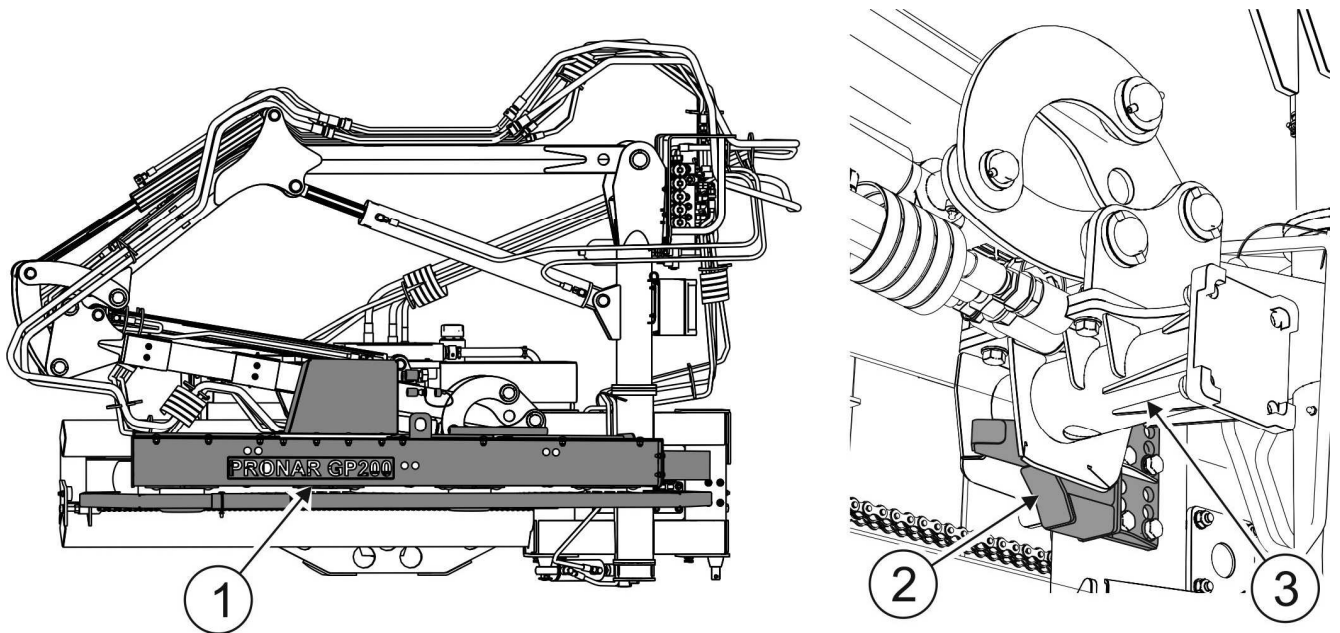
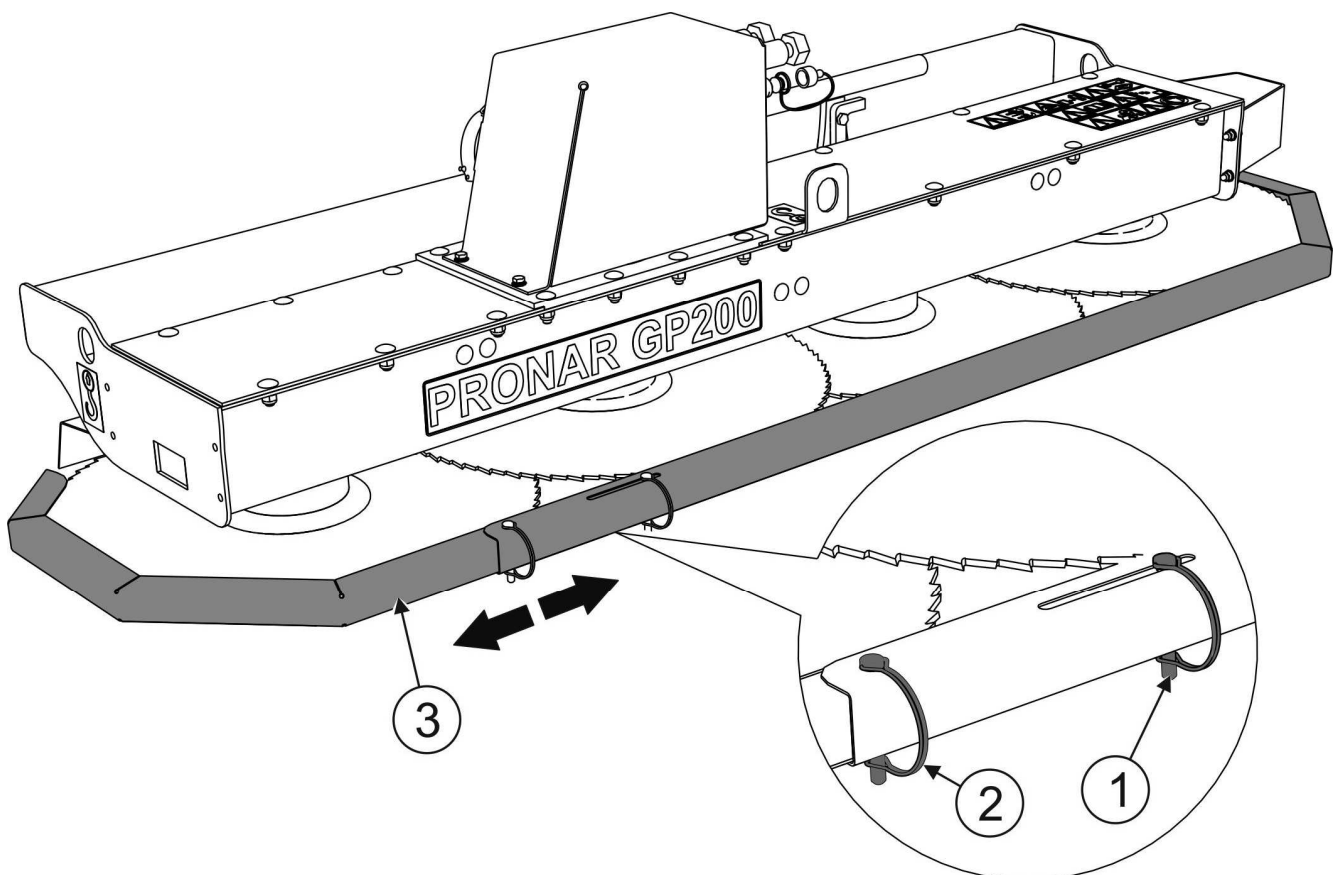

Abb. 4.3 **Transportposition**
Abb. 5.1 Demontage der Abdeckungen der Kreissägen.
Für die Transportfahrt an den Einsatzort und zurück die Astsäge anheben und am Haken (2) des Auslegerkopfes (3) (ABBILDUNG 4.3) befestigen. An den Sägeblättern der Säge müssen die Schutzabdeckungen befestigt werden (ABBILDUNG 5.1).
- Die Transportabdeckung der Astsäge entfernen (ABBILDUNG 5.1)
Die Demontage der Abdeckung der Sägeblätter ist auf der ABBILDUNG 5.1 dargestellt.